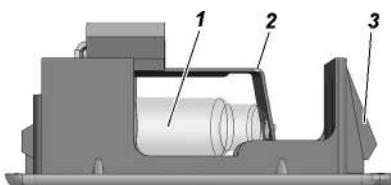

Рис. 9.40. Плафон подсветки вещевого ящика:
**Плафон подсветки вещевого ящика.** Для замены лампы извлеките плафон (рис. 9.40) из вещевого ящика. Замените лампу 1 отжав держатель 2.